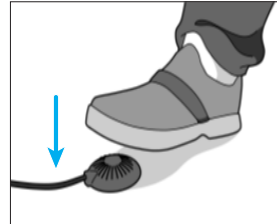

图 15
1. 用脚稳固地踩下鼓风机脚踏板以启动设备（图 15 或图 16）。